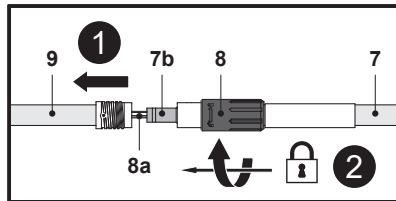

Fig. 1
1. Aligner la fente (7b) de la perche arrière (7) sur l'ergot à l'intérieur de la perche avant (9) et l'insérer (Fig. 1, étape 1). S'assurer que le cordon électrique (8a) n'est pas comprimé.
2. Monter le manchon de verrouillage (8) sur le filetage de la perche avant (9) et serrer le manchon de verrouillage (8) dans le sens horaire pour assurer la fixation (Fig. 1, étape 2).